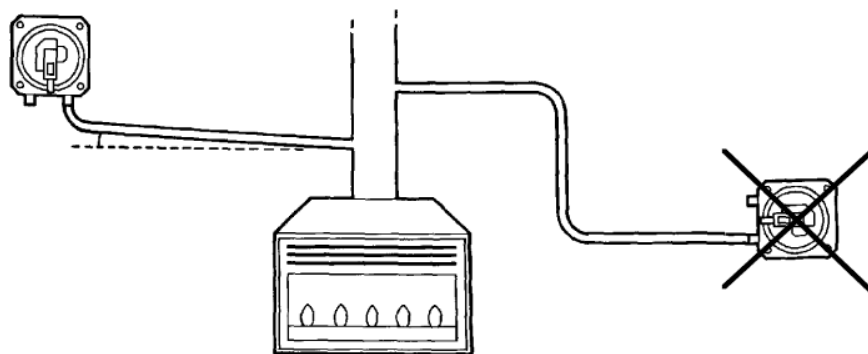

Рис. 7. Слив конденсата
- Предусмотрите слив конденсата благодаря постепенному наклону трубопровода в направлении входа в выпускную трубу (рис. 7).